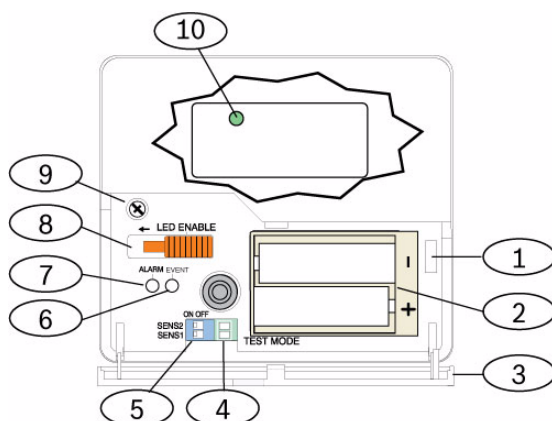
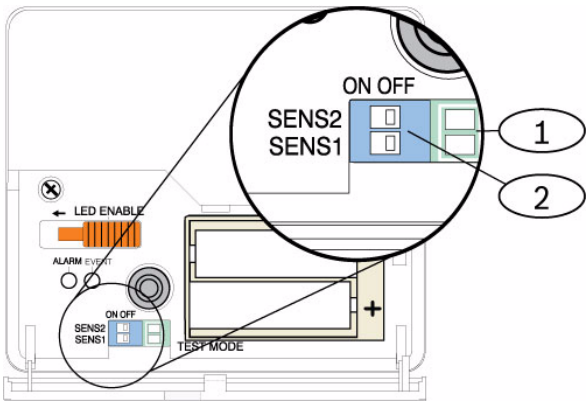

Figura 10.9 Disposição Dianteira do Detector de Quebra de Vidros wLSN
Figura 10.10 Interruptores de Sensibilidade de Quebra de Vidros wLSN
1. Se o invólucro dianteiro estiver fixado, abra cuidadosamente a porta de acesso (Item 3, *Figura 10.9 na Página 115*).
2. Active os LEDS para fins de teste fazendo deslizar o interruptor de ACTIVAÇÃO DE LED (Item 8, *Figura 10.9 na Página 115*) na direcção apontada pela seta (acima do interruptor). Uma lingueta laranja é apresentada na parte lateral do detector. Consulte a *Figura 10.10 na Página 116*.
- Observe o LED verde de eventos (Item 6, *Figura 10.9* na *Página 115*) durante cerca de 1 minuto. Se o LED verde piscar, mude a unidade de posição ou reduza a sensibilidade ajustando o interruptor de sensibilidade.
- Depois de definir a sensibilidade, faça deslizar o interruptor de activação de LED (Item 8, *Figura 10.9* na *Página 115*) para a posição OFF.
Coloque o detector no Modo de Teste. No Modo de Teste, o interruptor de desactivação do LED do detector (Item 8, *Figura 10.9 na Página 115*) é anulado. Pode entrar no Modo de Teste local ou remotamente.
2. Insira uma chave de parafusos na ranhura junto aos interruptores de sensibilidade que contêm os blocos de teste (Item 1, *Figura 10.9 na Página 115*).
- O LED de Eventos (verde) (Item 6, *Figura 10.9 na Página 115*) pisca uma vez por segundo. Se o LED verde não piscar, repita os Passos 10 e 11.
2. Movimente os interruptores no topo do Dispositivo de Teste 13-332 para os modos ACTIVATE e MAN (Itens 1 e 3, *Figura 10.9 em Página 115*).
3. Aponte a parte dianteira do dispositivo de teste para o detector e prima o botão Start no topo (Item 2, *Figura 10.9 em Página 115*).
1. Coloque os interruptores do Dispositivo de Teste 13-332 nas posições TEST e FLEX (Itens 1 e 3, *Figura 10.9 em Página 115*).
2. Prima o botão Start vermelho (Item 2, *Figura 10.9 na Página 115*). O dispositivo de teste é activado e inicia um período de activação de oito segundos.
Quando o detector sair do Modo de Teste, o LED de Eventos verde (Item 6, *Figura 10.9 em Página 115*) pára de piscar. Se o LED de Eventos continuar a piscar, repita os Passos 2 e 3.
2. Movimente os interruptores no topo do Dispositivo de Teste 13-332 para os modos ACTIVATE e MAN (Itens 1 e 3, *Figura 10.9 na Página 115*).